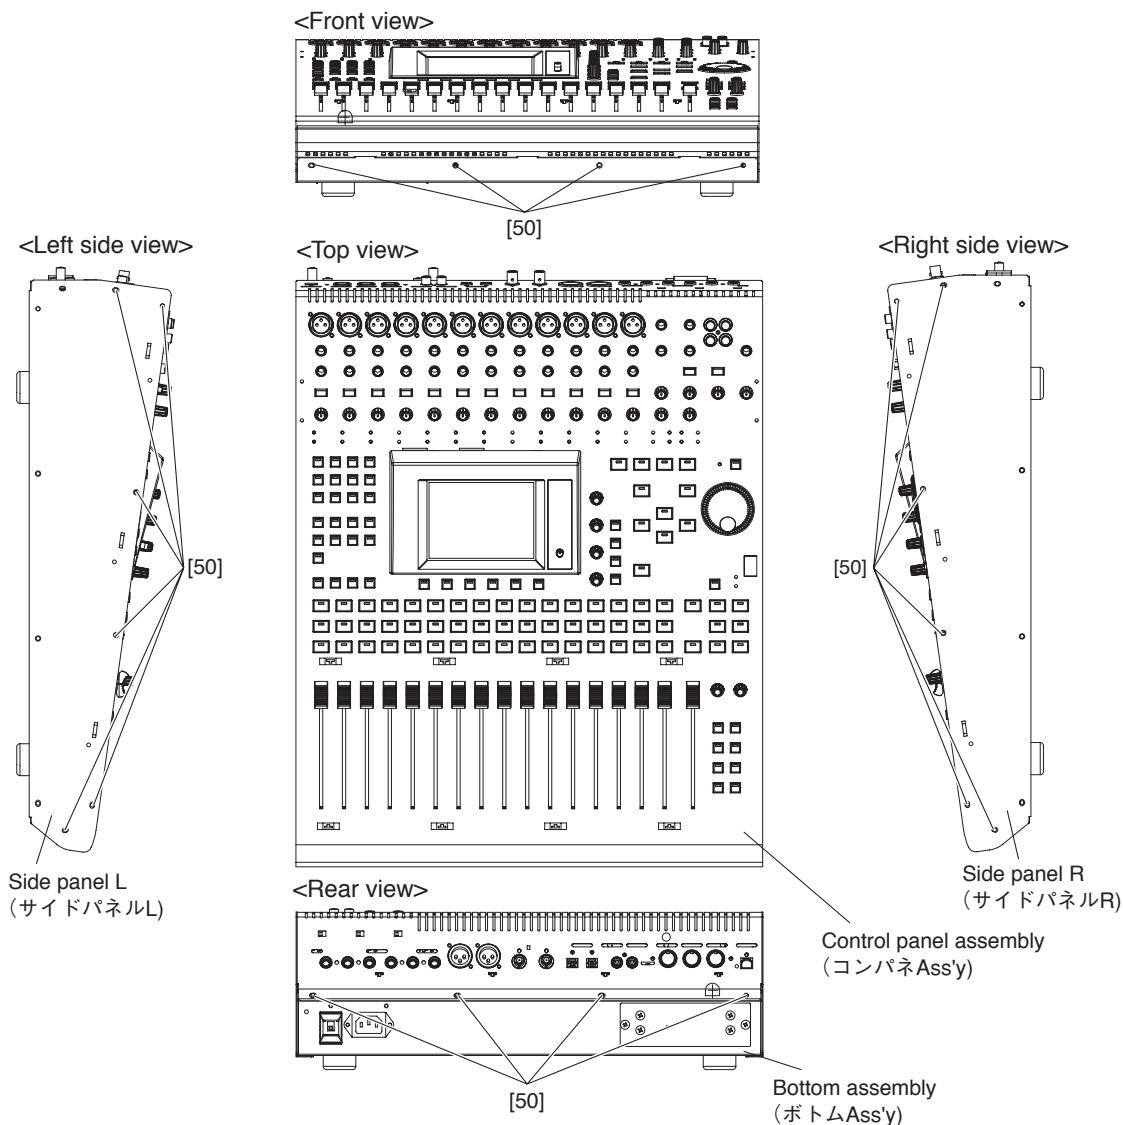

Fig. 1 (図1)
1-1 Remove the twenty (20) screws marked [50]. (Fig. 1)
1-1 [50] のネジ 20 本を外します。(図1)